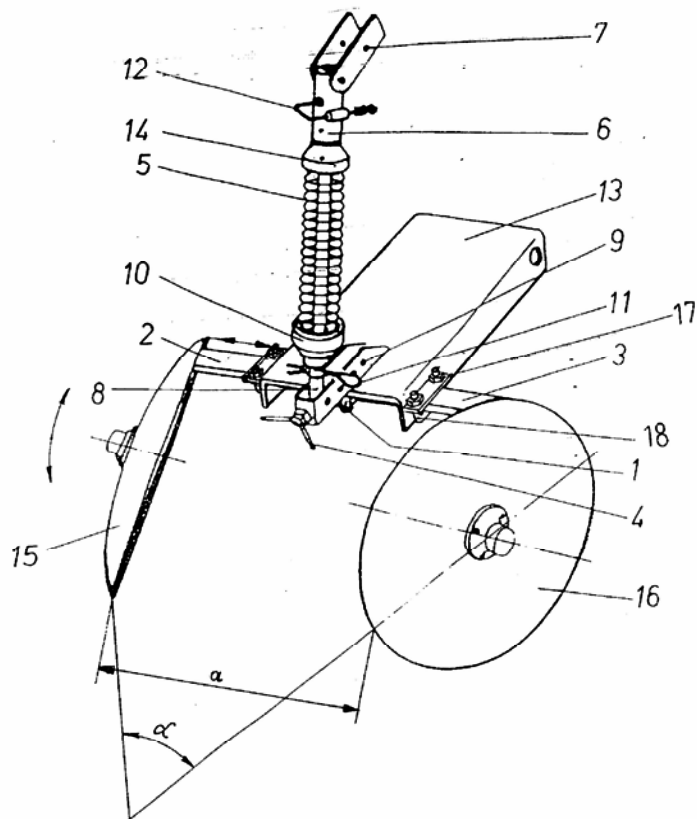

Abb. 13. Einstellung der Scheibenzustreicher
Die eingepflanzten Knollen sollen mit einer 6÷12 cm dicken Erdschicht zugedeckt werden. Die erforderliche Deckungshöhe und die Schargestalt werden durch die richtige Einstellung der Scheibenseche, d.h. durch den Sechenabstand (a, Abb. 13), Einstellungswinkel (α) sowie durch die richtige Spannung der Andruckfeder (5). Man soll auch beachten, dass die Schargestalt von der Bodeart abhängig ist.